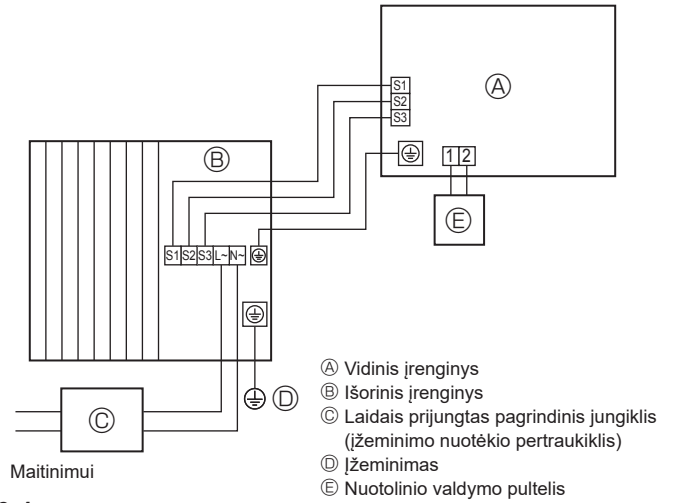
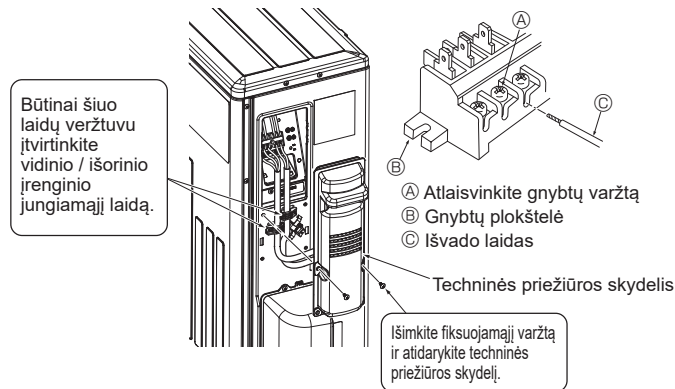

Fig. 6-1
Fig. 6-3
### 6.1. Išorinis įrenginys (Fig. 6-1, Fig. 6-2, Fig. 6-3)
- ① Nuimkite techninės priežiūros skydelį.
- ② Prijunkite laidus pagal Fig. 6-1, Fig. 6-2 ir Fig. 6-3.